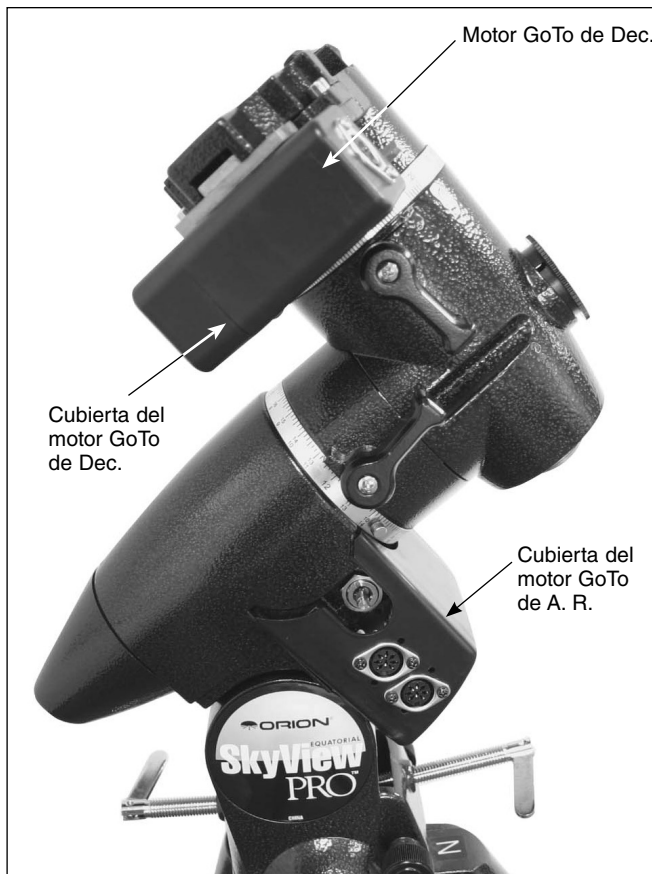

Figura 12. Motores GoTo instalados
5. Una vez que el motor GoTo de Dec. y el engranaje se hayan instalado y los engranajes encajen correctamente, puede instalar y sujetar la cubierta del motor GoTo de Dec. con los dos tornillos de estrella de 8mm de largo. Una vez que se haya instalado el motor GoTo de Dec. y la cubierta, la montura debe presentar un aspecto similar al de la **figura 12**.